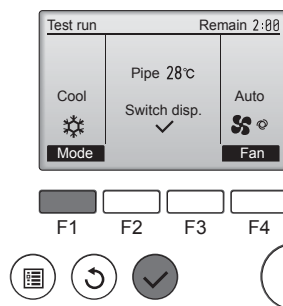

Fig. 7-6
- ① Pulse el botón **F1** para recorrer los modos de funcionamiento, siguiendo el orden de "Cool" (Frío) y "Heat" (Calor). (Fig. 7-6)